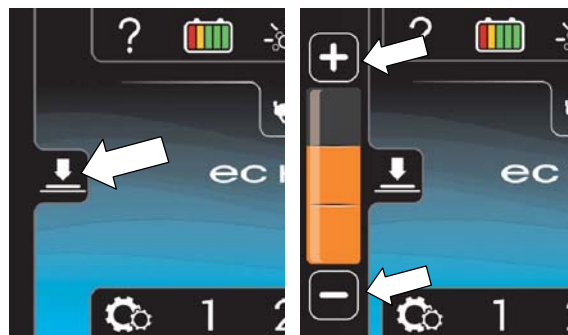

РИС. 49
3.  Нажмите на значок нажима, чтобы отобразить шкалу нажима (Рисунок 49). Чтобы увеличить нажим, нажмите на символ (+). Чтобы уменьшить нажим, нажмите на символ (-).